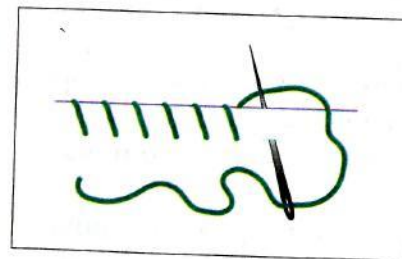

Рис. 55. Обметка среза ткани
4. Обметай срезы ткани швейной ниткой, чтобы нити ткани не осыпались (рис. 55).